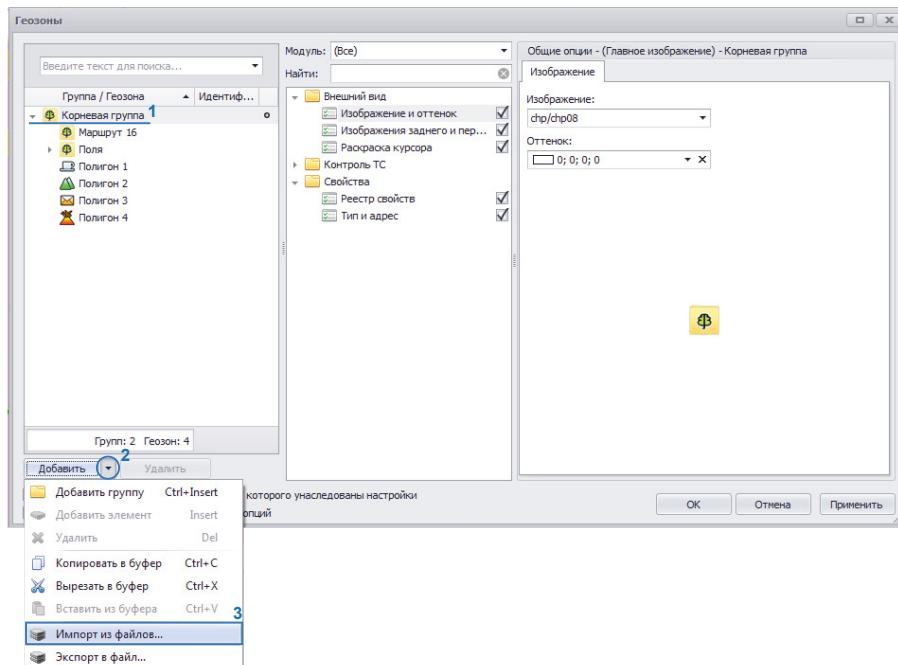

Рис.3. Импорт полей.
Для импорта полей необходимо перейти в меню «Геозоны» (**Рис.3**). Для этого выбрать Главное меню – Меню Настройка – Геозоны... или нажать комбинацию клавиш Ctrl+G.
- В меню «Геозоны» выбрать группу в которую будет импортирован список полей (**Рис.3, п.1**). При необходимости пользователь может создать новую группу, нажав кнопку «Добавить» или выбрав команду «Добавить группу» в контекстном меню кнопки.
- В контекстном меню кнопки «Добавить» (**Рис.3, п.2**) выбрать команду «Импорт из файлов..» (**Рис.3, п.3**), затем выбрать файл для импорта.